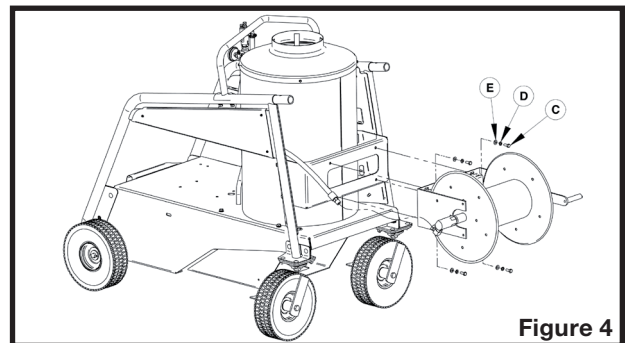

Figure 4
3. Installer le dévidoir sur le support de dévidoir à l'aide des boulons 5/16" NC x 3/4", des rondelles freins 5/16" et des rondelles plates 5/16" (C, D et E sur la figure 4).